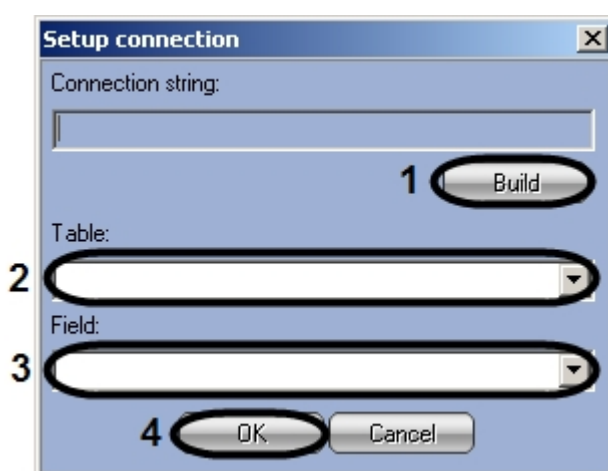

Рис. 83. Подключение внешней базы данных
необходимо нажать кнопку «Build». После выполнения указанного действия появится стандартное диалоговое окно выбора базы данных (см. Рис. 83, 1).
5. Выбрать название таблицы из раскрывающегося списка «Table», в которой содержатся номера транспортных средств (см. Рис. 83, 2).
6. Выбрать название столбца с номерами транспортных средств из раскрывающегося списка «Field» (см. Рис. 83, 3)
7. Нажать кнопку «Ok» для завершения процесса подключения внешней базы данных (см. Рис. 83 4).
В результате нажатия кнопки «Ok» диалоговое окно «Setup connection» будет закрыто, в полях «Строка подключения к источнику данных», «Таблица» и «Поле» будет указана соответствующая информация подключения к выбранной базе данных (см. Рис. 83).